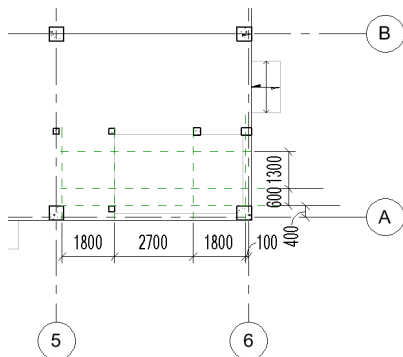

图 15-81 绘制参照平面
- (1) 在“项目浏览器”中双击“结构平面”节点下的“首层”，将视图切换到首层结构平面视图。
- (2) 单击“建筑”选项卡“构建”面板“楼梯”按钮，打开“修改|创建楼梯”选项卡和选项栏。
- (3) 单击“工作平面”面板中的“参照平面”按钮，绘制如图 15-81 所示的参照平面。